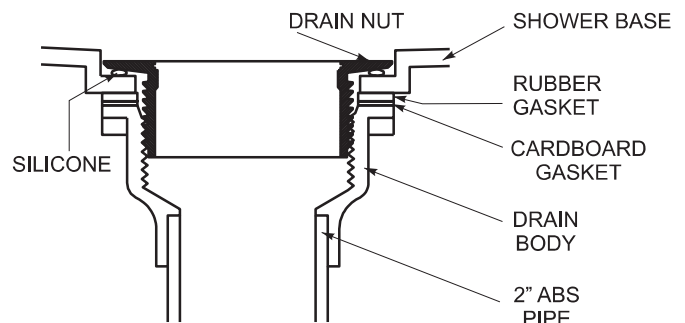

FIGURE 14 - SHOWER DRAIN ASSEMBLY
- Location of Mirolin supplied drain for shower stalls is shown in Figure 1 & 2, to be assembled as in Figure 14.
- La figure 1 et 2 illustre la localisation du drain fourni par Mirolin pour les cabines de douche et la Figure 14 indique le montage du drain.